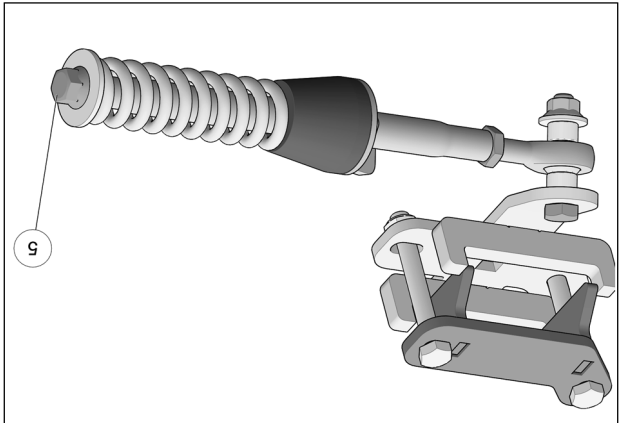

Fig. 18
9. Vérifier que le boulon du ressort (5) est serré au couple recommandé : 75 Nm [55 lb-pi]. Fig. 18